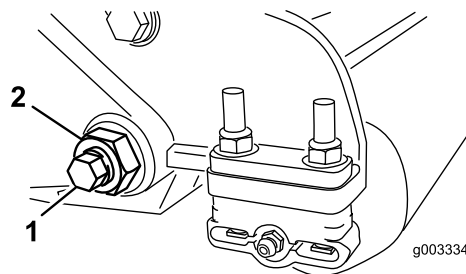
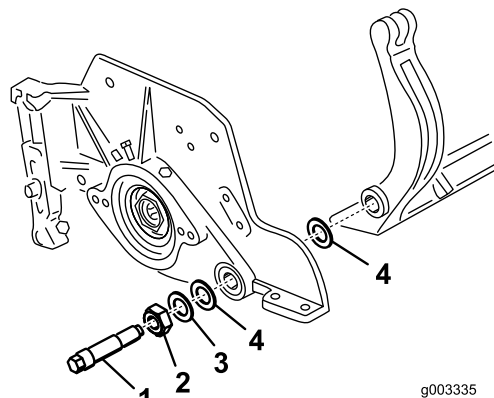

Figura 31
Figura 32
3. Desaperte a porca de bloqueio que segura a cavilha da barra de apoio, em cada um dos lados da máquina (Figura 31).
4. Remova cada uma das cavilhas da barra de apoio, de modo permitir puxá-la e retirá-la da máquina (Figura 31). Guarde as duas anilhas de nylon e anilha de aço prensado de cada uma das extremidades da barra de apoio (Figura 32).
4. Coloque uma arruela de aço no exterior de cada uma das arruelas de nylon (Figura 32).
Aperte os parafusos da barra de apoio com uma força de 27 a 36 Nm. Aperte as porcas até que a anilha de aço exterior pare de rodar e a folga seja removida, mas não aperte em demasiado nem desvie as placas laterais. As anilhas podem ter uma folga interna (Figura 32).